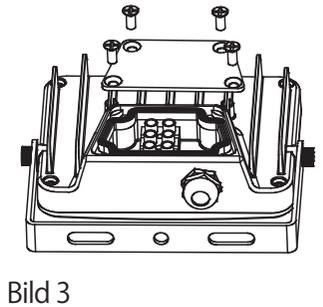

Bild 3
3. Die 4 Schrauben des Deckels (Bild 3) lösen und den Deckel abnehmen. Die Mutter der Kabelverschraubung lösen.